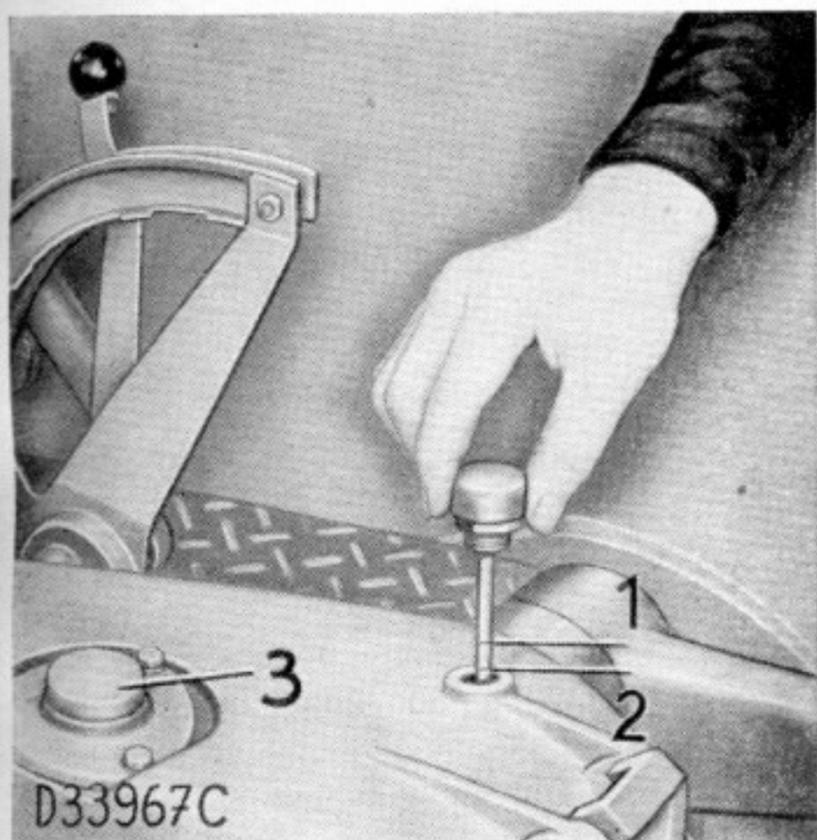

Bild 23. Ölmeßstab für Hydrauliköl
**Alle 50 Betriebsstunden** bei stillstehendem Motor und **gesenkten Arbeitsgeräten** Ölmeßstab (Bild 23) herausschrauben, Ölfüllung prüfen und nötigenfalls frisches **Motorenöl SAE 20** „bis zur oberen Markierung“ am Ölmeßstab nachfüllen. Das Öl muß frei von Schmutz und sonstigen fremden Beimengungen sein und darf **nur** durch die Einfüllöffnung (nicht durch die Öffnung für den Ölmeßstab) eingefüllt werden. **Peinlichste Sauberkeit ist hierbei Grundbedingung.**